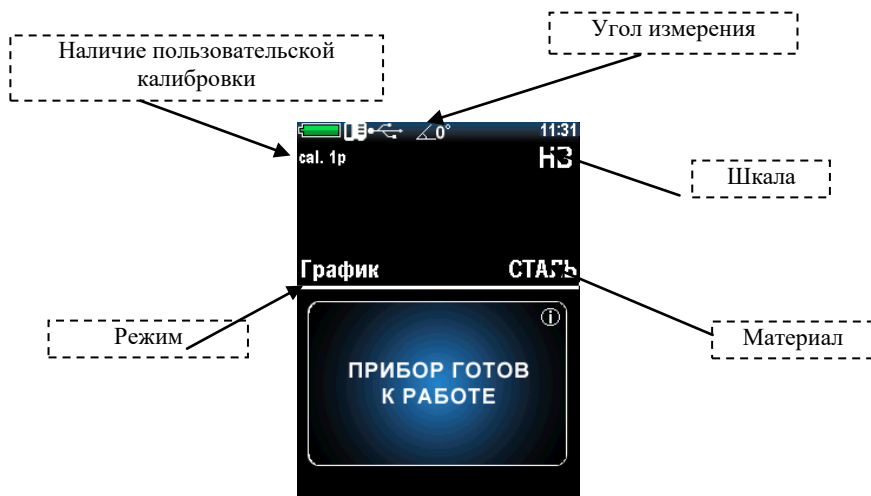

Рисунок 2.13 – Раздел «ИЗМЕРЕНИЯ»
4. Так как преобразователь уже подключен, прибор сразу переходит в раздел «ИЗМЕРЕНИЯ» (рис. 2.13).